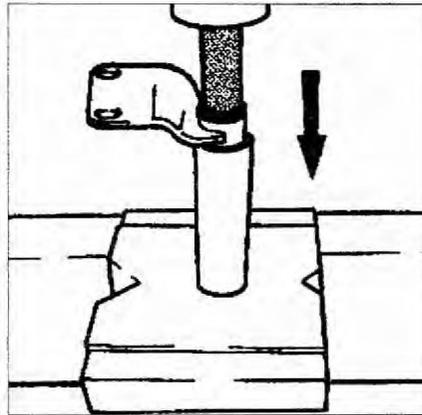

Рис. 5.31. Выпрессуйте втулку из консоли с помощью пробойника.
3. Выпрессуйте втулку из консоли с помощью пробойника (рис. 5.31).